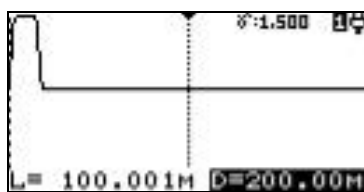

Рисунок 9
6.3.8 Изменение диапазона измерения расстояния производится кнопками "ДИАПАЗОН ◀, ▶" в пределах от 12,5 до 25600 м (рисунок 9).